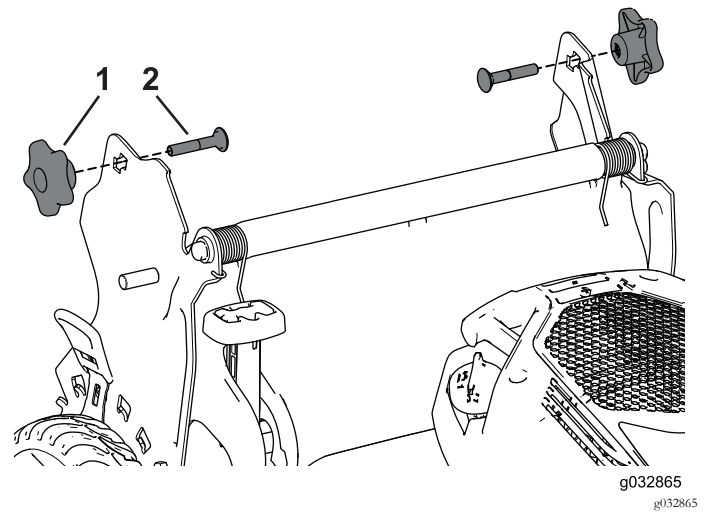

Figure 31
3. Insérez le boulon de carrosserie (la tête du boulon vers l'intérieur) dans le support du guidon et dans le trou supérieur à l'extrémité du guidon. Vérifiez que les bords carrés de chaque boulon de carrosserie s'engagent dans le trou carré supérieur ou inférieur du support de guidon correspondant (Figure 31).